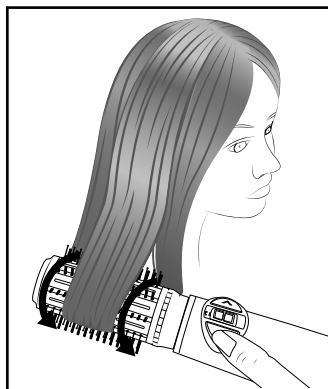

Fig. 1
- 5) Maintenez la touche de rotation **2** > / **7** < appuyée jusqu'à ce que la brosse ronde **8/9** se mette à tourner. Commencez au niveau des pointes des cheveux avec la brosse ronde **8/9** et répartissez les mèches sur la longueur de la brosse ronde **8/9** (voir fig. 1). Le mouvement de rotation permet d'enrouler la mèche. Relâchez le bouton de rotation **2** > / **7** < avant d'atteindre la racine des cheveux. La brosse s'arrête de tourner.